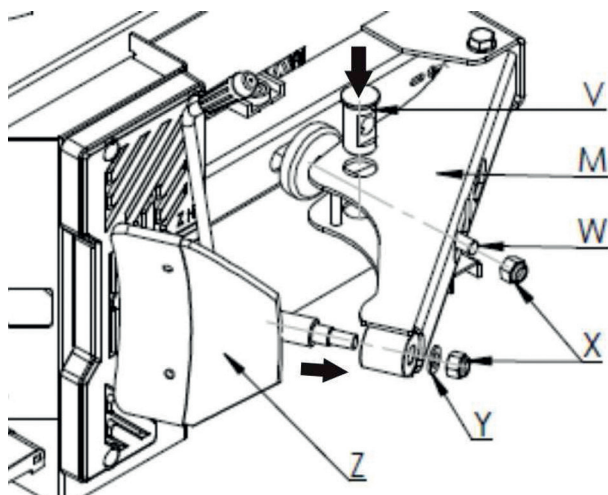

Bild 6c
- Schritt 3: Installieren Sie das Abdrückarm-Zylinderstangengehäuse. Ziehen Sie dazu den Arm M bis zum Stangengehäuse V und stecken Sie es in das Armloch M (Stellen Sie sicher, dass sich die Schlitzseite des Abdrückarm-Zylinderstangengehäuses V an der Außenseite befindet. Lassen Sie den Arm nach der Installation zurückfahren (Hinweis: Fügen Sie die Kolbenstange W durch das Loch im Stangengehäuse ein). Ziehen Sie die Schraube an, wenn sich der Arm, wie in Bild 6c zurückgezogen hat).
- Schritt 4: Installieren Sie den Löffel Z, wie in Bild 6c gezeigt von der Innen- zur Außenseite. Stecken Sie den Löffel durch das Loch am Arm M, platzieren Sie die Unterscheibe Y und ziehen Sie anschließend die Schraube X an.